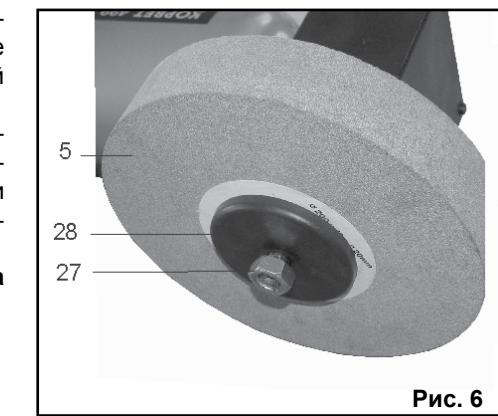

Рис. 6
11.3. Для замены шлифовального круга (5), Рис.6,7, необходимо:
- отключить шнур питания (13) от розетки источника электрического тока;
- ослабить 3 винта крепления (31);
- демонтировать лоток (4);
- скрутить гайку (27) со шпинделем (29);